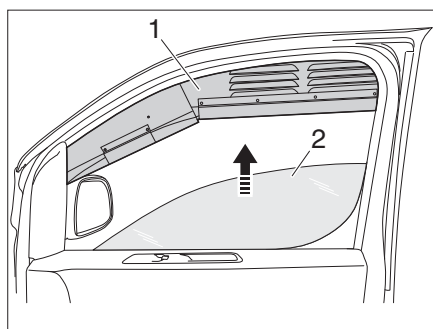

Figure 9 Mettre en place les grilles d'aération
▷ La grille d'aération (Figure 9,1) se range dans le sac sur la banquette-lit.
- Abaisser la vitre du véhicule (Figure 9,2).
- Placer la grille d'aération (Figure 9,1) en haut dans le cadre de la fenêtre.